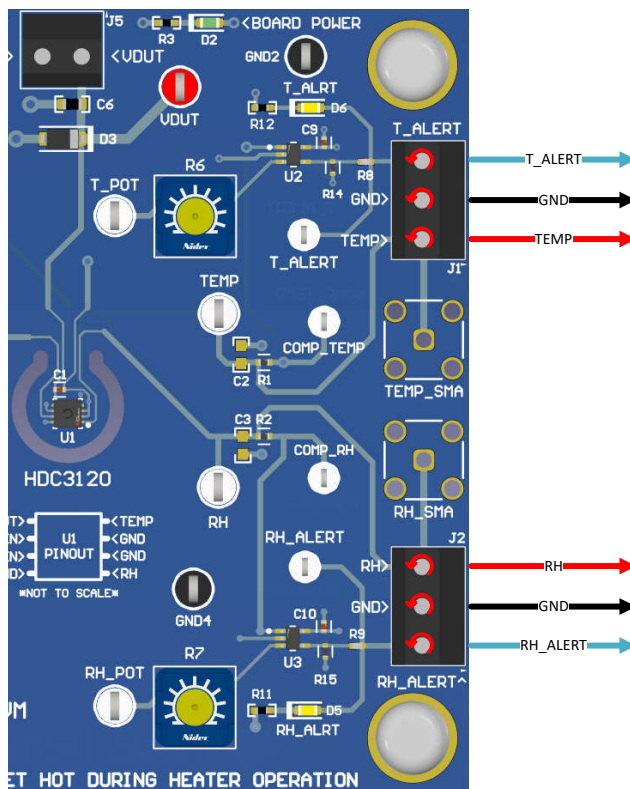

図 3-4. HDC3120EVM 出力
- 図 3-4 に示されているように、ジャンプワイヤを使用して、HDC3120EVM から BOOSTXL-ADS7142-Q1 評価基板 BoosterPack™ の AIN0 入力に TEMP 出力を接続します。